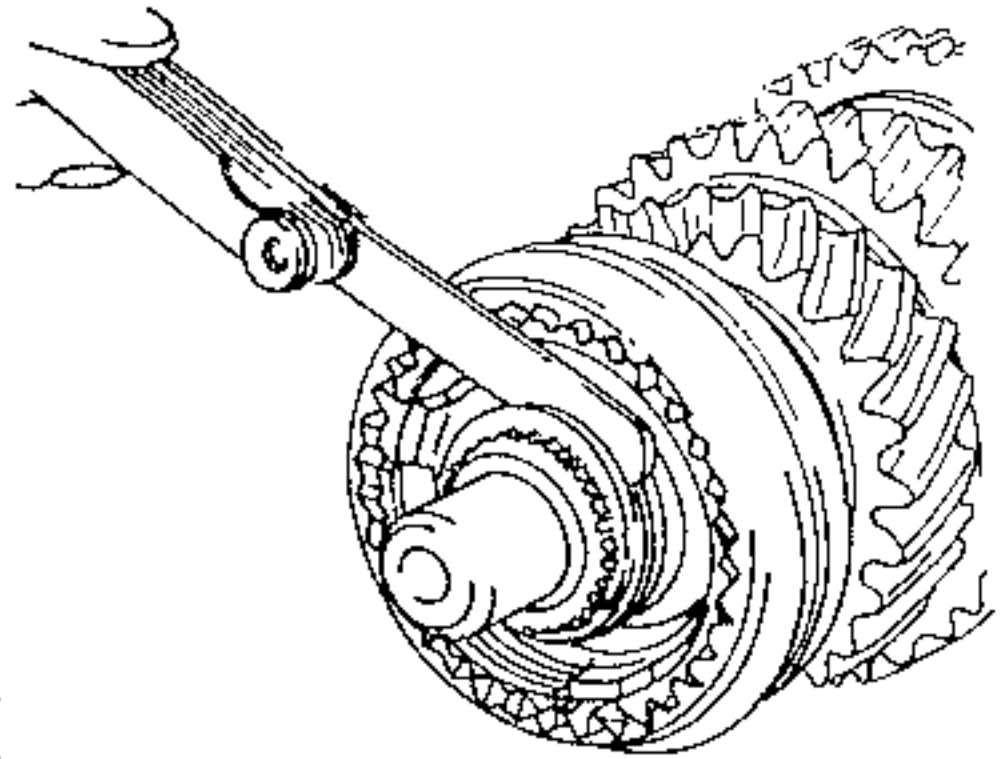

Bild 72
- Synchronkörper aufschieben und so drehen, dass die Schaltsteine eingreifen. Sicherungsring (1) anbringen und mit einer Fühlerlehre das Spiel zwischen dem Ring und dem Synchronkörper ausmessen, wie es in Bild 72 gezeigt ist. Falls das Spiel grösser als 0,35 mm ist, die Anlauf-